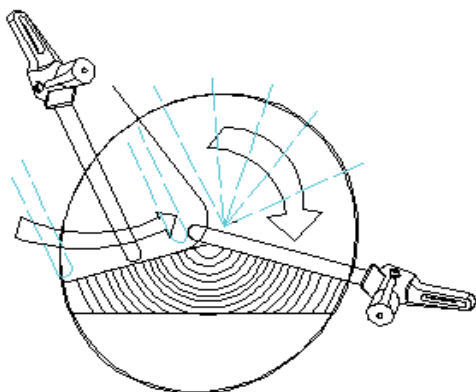

Рис.6
2. Если диаметр спиливаемого дерева больше длины направляющей цепи, выполните 2 операции резания, как показано на рисунке (Рисунок 6).